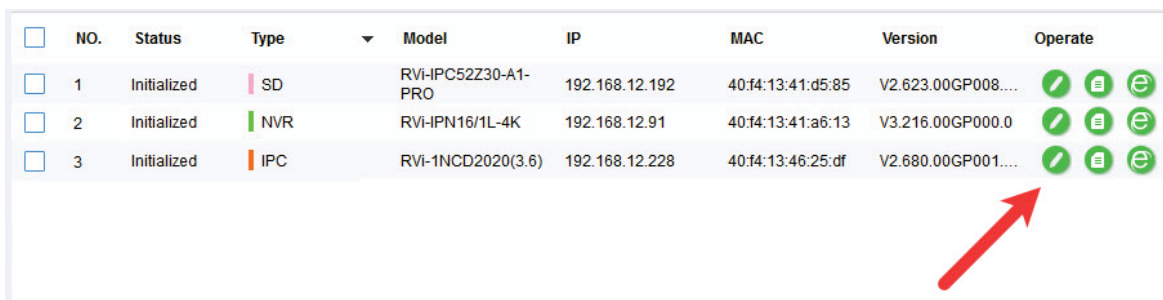

Рисунок 7
4. Настройте работу тревожного выхода видеокамеры. Применяется два способа подключения тревожного выхода, рисунок 7 и 8.
Если вы хотите изменить IP-адрес устройства без входа в web-интерфейс, необходимо нажать кнопку «IP Modification», рисунок 7.